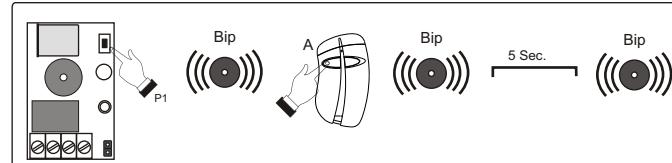

Fig. 3
- A questo punto il ricevitore rimane in fase di programmazione, in attesa di altri trasmettitori da memorizzare : 5 sec. dopo l'ultimo trasmettitore, emette un bip e la procedura termina (fig. 3).
- Keep P1 pressed down until the buzzer BUZ emits a short bip (Fig. 3);